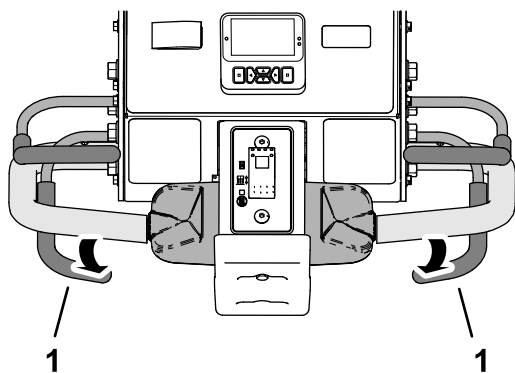

図 85
- 前タイヤが作業場所に入るタイミングで、エアレーションペイルから手を離す **図 85**。